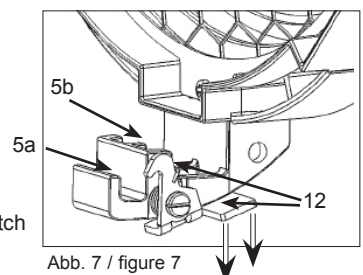

Abb. 7 / figure 7
- Bei Modellen mit optionaler zweiter Torsicherung (12, Abb. 7), diese zuerst öffnen, Zubehör, wie z.B. Flügeltor, in vorderen Einschub (5a) einsetzen und anschließend zweite Torsicherung wieder loslassen. Bei allen anderen Modellen - Zubehör einfach in die Halteklau (5a, Abb. 7) einsetzen.
- Der hintere Einschub (5b, Abb. 7) der Halteklauen dient zur Aufnahme von Filterrahmen oder Scrimms (bei D5 nur einfacher Einschub).
- For models with optional barndoor catch (12, figure 7), open the barndoor catch and insert accessories into front slot (5a), e.g. barndoor, and then release the catch. For all other models - simply insert the accessory into the bracket (5, figure 7).
- The rear slot (5b, figure 7) of the accessory bracket holds filter frames or scrims (D5: only one slot).